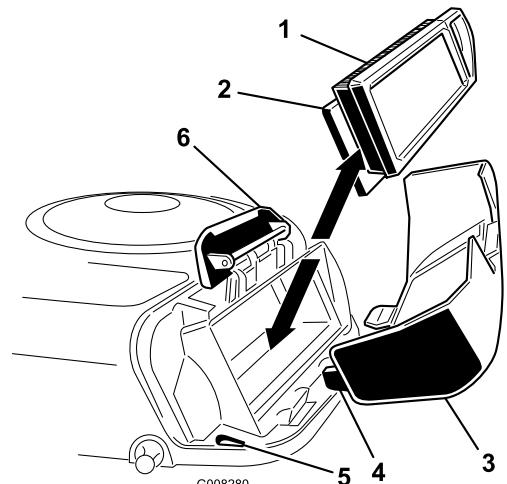

Figura 21
| 4. Estraete con cautela l'elemento in schiuma sintetica e l'elemento di carta dal convogliatore (Figura 21). | |
2. Allineate le linguette del coperchio del filtro dell'aria con le fessure del convogliatore (Figura 21). Agganciate il manico sul coperchio, quindi premete sul manico per fissare saldamente il coperchio.